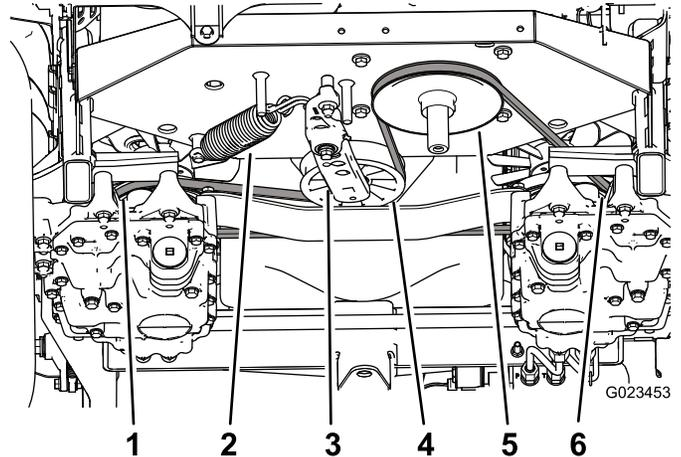

图57
3. 使用张紧臂上的方形孔中的棘轮，抵住张紧弹簧（图57），并拆下张紧轮上的皮带。
4. 解开张紧臂和机架上的张紧弹簧（图57）。
9. 将弹簧安装到张紧臂和机架上（图 57）。